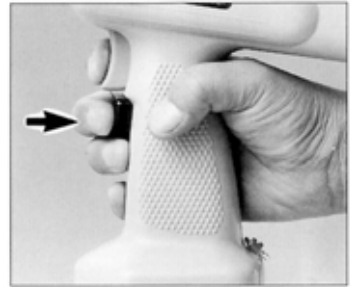

図 5
(1)リリーススイッチ（ピストンの戻しスイッチ）を押してピストン（可動刃）を後退しなくなる位置（下死点）まで下げてください。（図5）